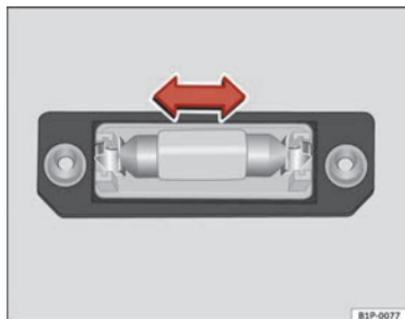

Abb. 211 Kennzeichen-
- Nehmen Sie die Glühlampe in Pfeilrichtung heraus ⇒ Abb. 211.